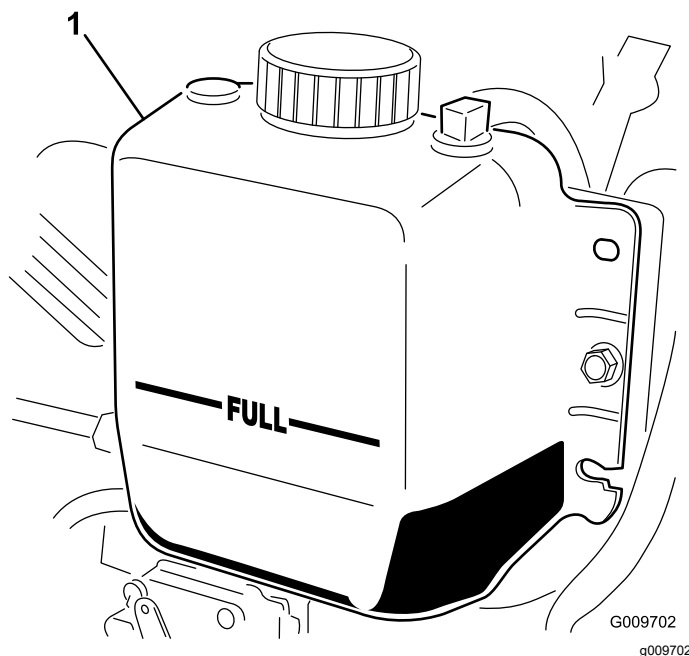

Figura 84
3. Controllate il livello del refrigerante nel radiatore. Il radiatore deve essere riempito fino alla parte superiore del collo del bocchettone ed il serbatoio di espansione fino al segno di pieno FULL (Figura 84).